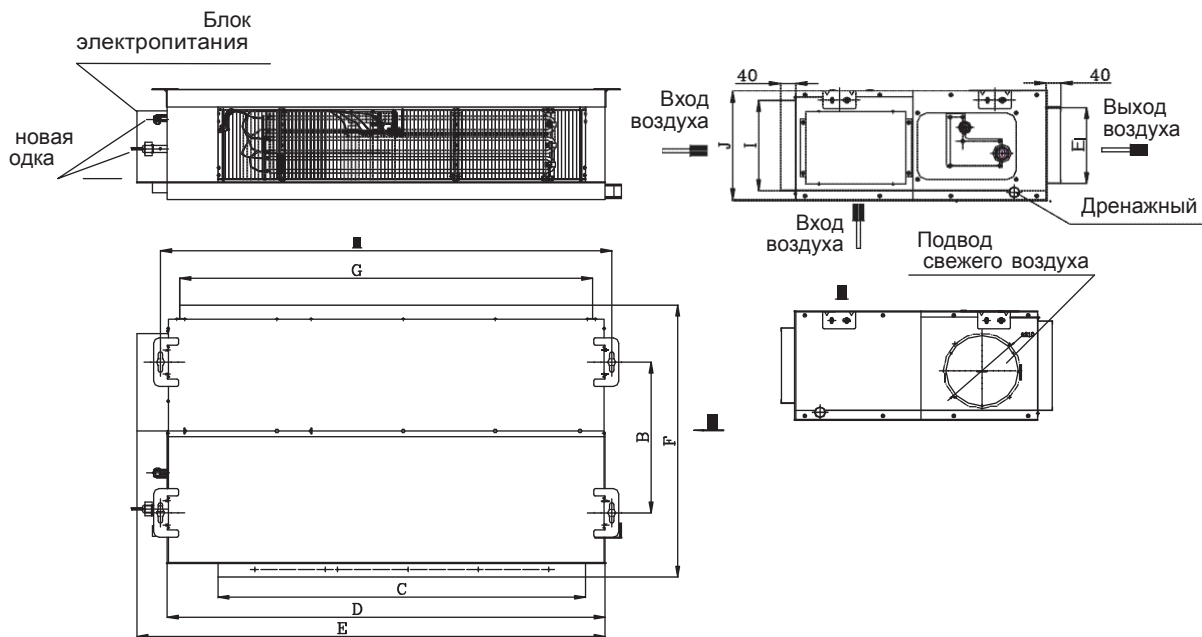

Рис. 9.7
9.2.4.2 Габаритные и установочные размеры внутренних блоков канального типа моделей GSM-40/FX1A, GSM-45/FX1A, GSM-50/FX1A, GSM-56/FX1A, GSM-63/FX1A, GSM-71/FX1A, GSM-80/FX1A, GSM-90/FX1A, GSM-100/FX1A, GSM-112/FX1A, GSM-125/FX1A (рис. 9.7 и табл. 9.3).